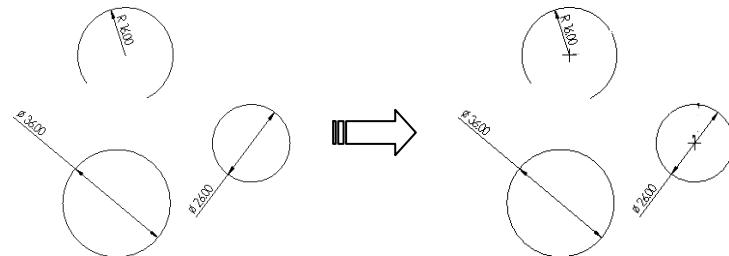

图 3-27 小圆心绘点示例（设置最大半径为 16）
- 16.0**: 最大半径输入框，通过它来对绘图区内所有圆弧或圆进行筛选，当圆弧或圆的半径大于所设定的最大半径时，该圆弧或圆的圆心将不被创建。如图 3-27 所示为设定最大半径为 16 时，绘制小圆心点的效果。